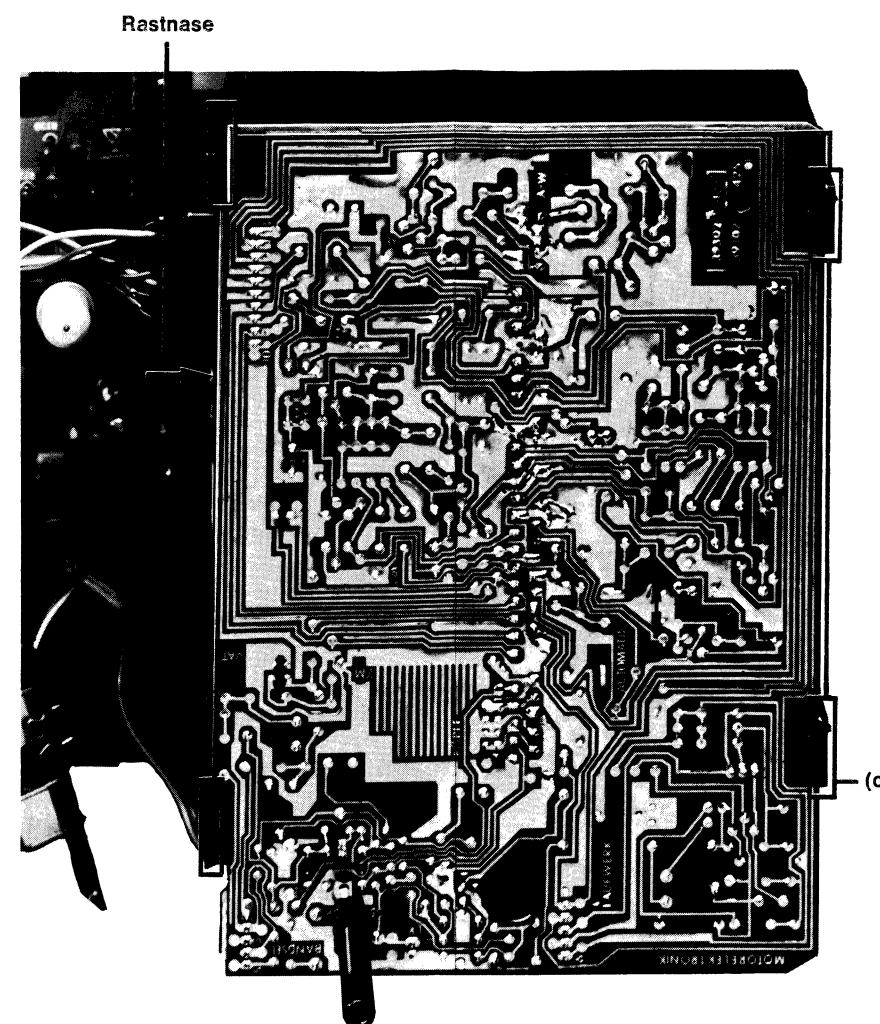

Bild 8
4. Druckplatte ausbauen [Bild 8]